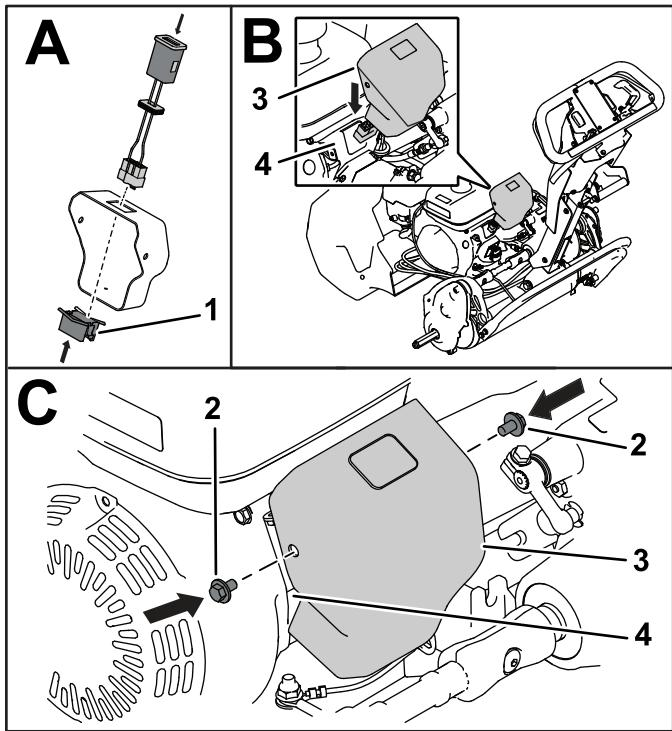

**Figura 3**
4. Collegate il contaore wireless al cablaggio del Kit WHM (Figura 3).